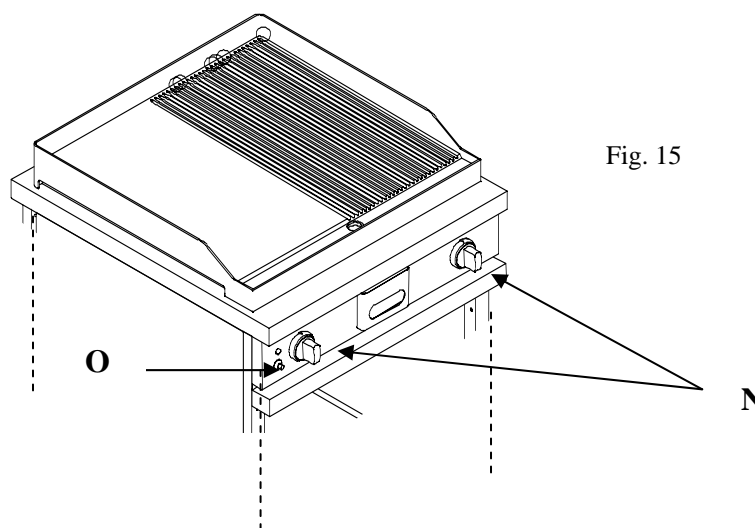

Fig. 15
**Mise en service des brûleurs / Using the burners / Aansteken van de branders (fig. 15) :**
- (FR) Pousser et tourner la manette du brûleur N, dans le sens inverse des aiguilles d'une montre jusqu'au repère Δ, et appuyer simultanément sur le bouton de l'allumeur O.